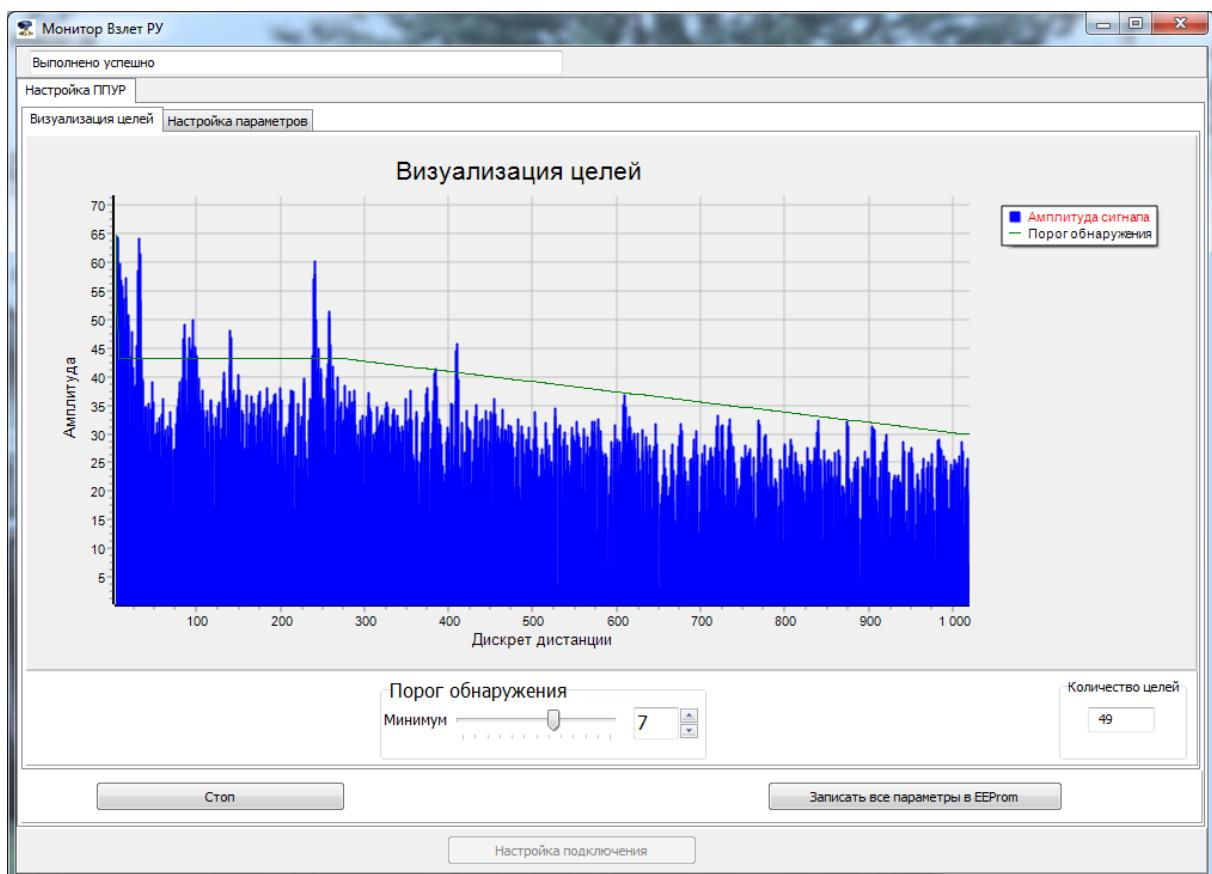

Рис.30 - Паразитные сигналы в шумовой дорожке.
7.7.8 При наличии в шумовой дорожке паразитных сигналов (рис.30), могущих возникать при наличии на пути радарного луча имеющихся в емкости конструкций – арматуры, лопастей мешалок и т.д., необходимо провести отстройку принимаемого сигнала на максимальный, изменяя порог обнаружения (п.7.7.3) или рабочий диапазон прибора (п.7.7.7).